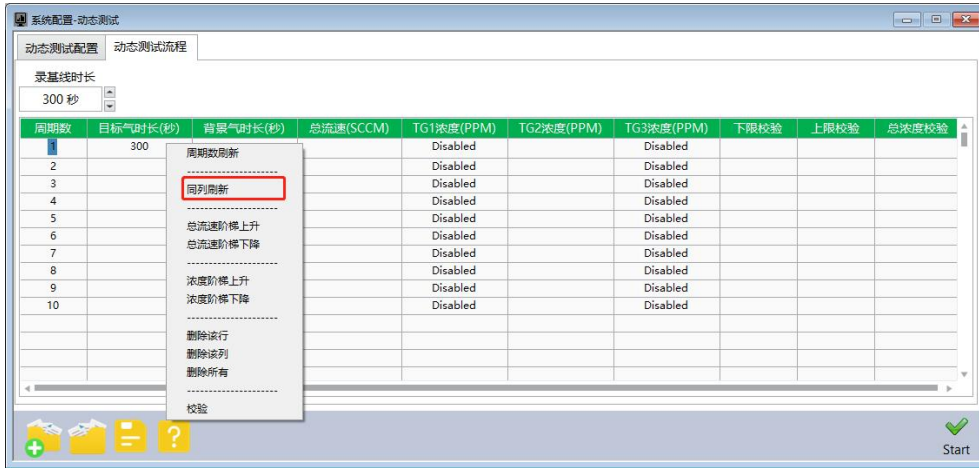
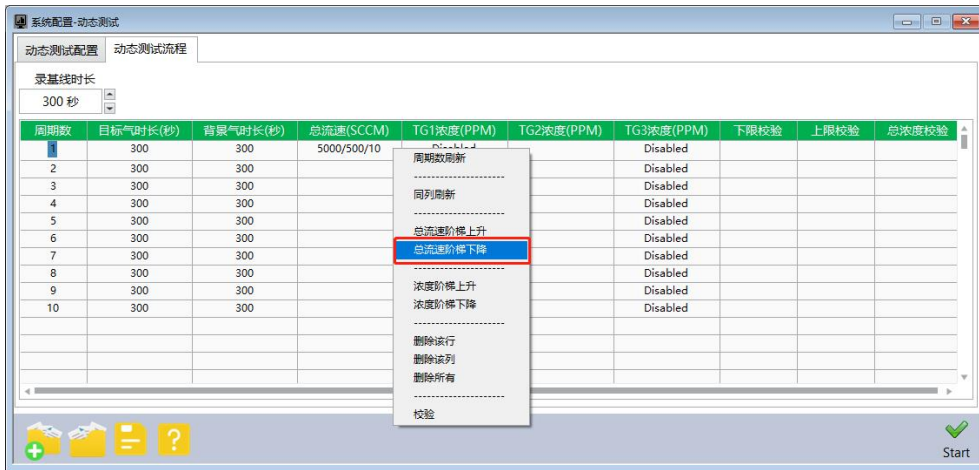
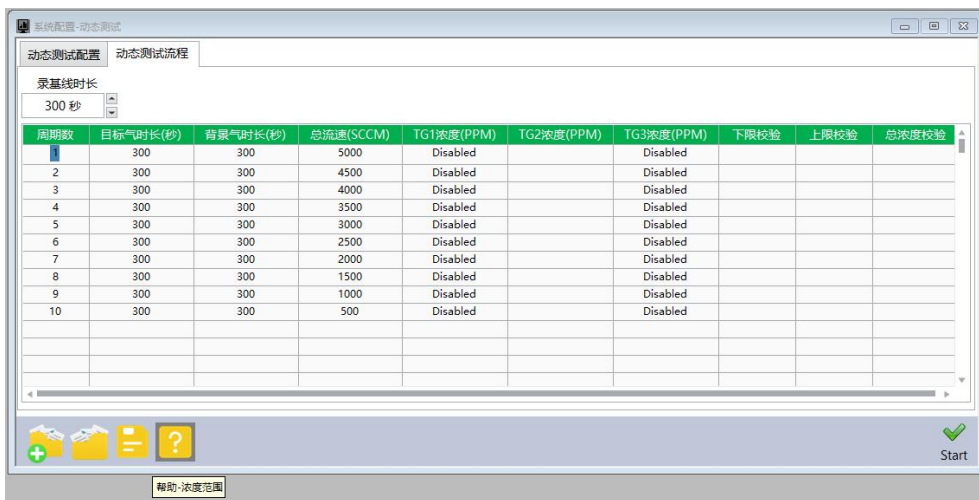

图 9
图 10
图 11
2.4.3 按周期依次输入目标气时长、背景气时长。如各周期的目标气时长和背景气时长均相同，则仅需输入第一个周期，然后单击右键，在弹出的选项中左键单击**同列刷新**（如图 9 所示），程序会自动将剩余 9 个周期的时间设置为与第一个周期相同的数值。
2.4.4 依次输入每个周期的总流速，根据实际测试需要，可选择**同列刷新**（与图 9 相似），也可选择**总流速阶梯上升/总流速阶梯下降**。以总流速阶梯下降为例（如图 10 所示）输入的总流速为 5000/500/10，单位为 SCCM，其中第一个数值 5000 是第一周期总流速，第二个数值 500 是每周期流速的下降幅值，第三个 10 是周期数。程序刷新后会显示如图 11 所示结果。